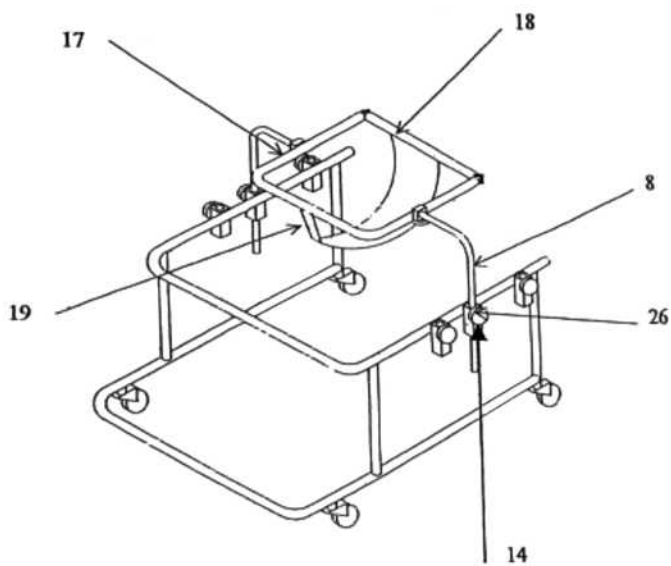

Рис.4
4. Общая сборка ходунков по рис.4